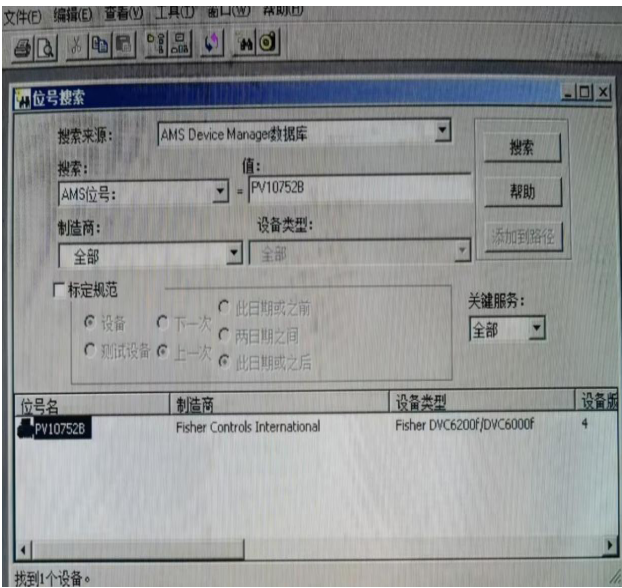

图 1 AMS 系统连接定位器界面
① Fisher 定位器 DVC6200F 连接 DeltaV 系统 H1 卡上的总线箱，在 DeltaV 系统 I/O 里面中找到相应连接的 H1 卡，可以通过卡件连接定位器，然后进行定义位号下装到卡件上，再使用 AMS 管理系统打开定位器，如图 1 所示。